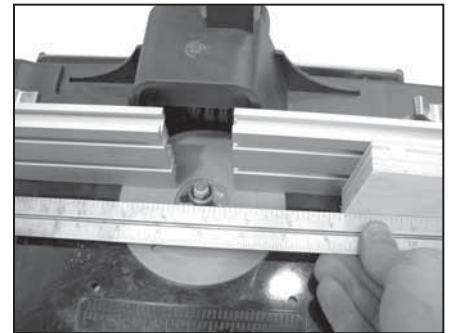

Figure 23
2. En utilisant le côté entrée du guide comme guide, déterminer la profondeur appropriée de la coupe. Fixer le guide. Voir la figure 23.